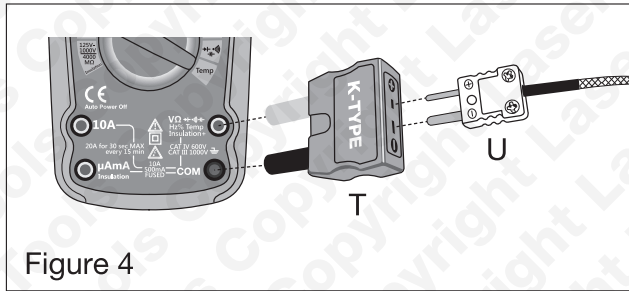

Figure 4
2. Se reporter à la **Figure 4** : Insérer l'adaptateur de type K (**T**) dans les jacks **VΩ** et **COM**. Insérer ensuite la sonde de température (**U**) dans l'adaptateur de type K, en veillant à observer la polarité correcte (lame étroite positive, lame large négative).